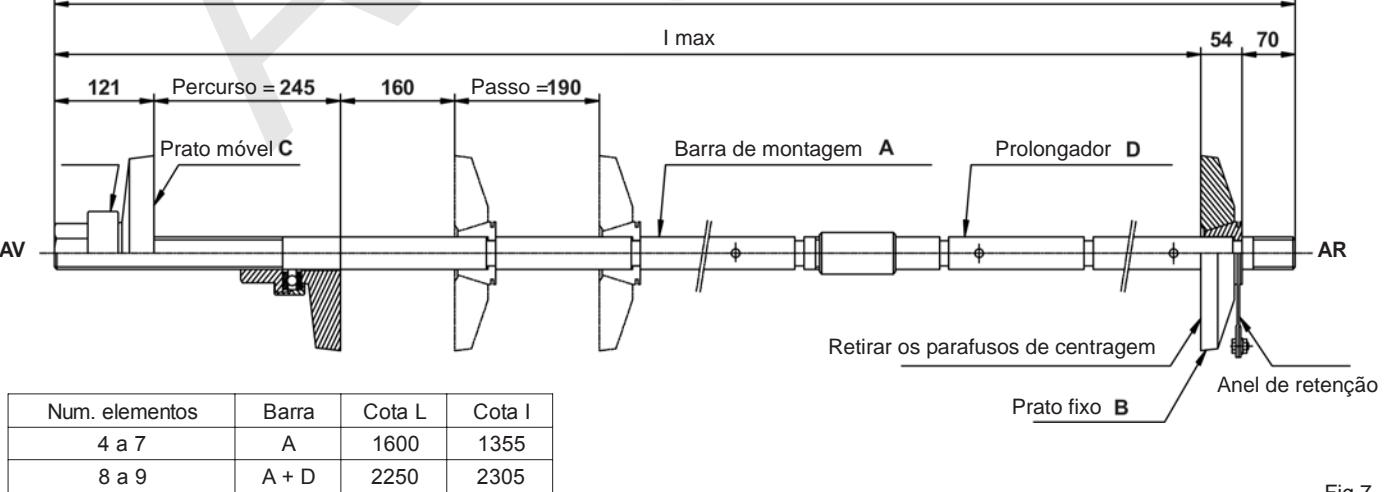

Fig.7
Po aperto é necessário utilizar um jogo de barras de montagem (fig.7), que inclui:
- Retirar os parafusos de centragem dos pratos de montagem (fixo e móvel, **B** e **C**) (fig. 7).
- Colocar uma barra de montagem (**A**) em cada fila de casquilhos de união. A rosca grande situa-se na parte dianteira **AV**, e esta rosca, juntamente com a porca de aperto, devem ficar à altura do elemento que queremos apertar (fig.7, distância 121 à placa móvel **C**).
- Antes de apertar, **Centrar as placas de montagem**. Para centrar as barras colocaremos dois parafusos de centragem (fig.7) na parte interior das placas fixas. Estas dispõem de diferentes medidas de centragem (seleccionar a mais conveniente para cada orifício).